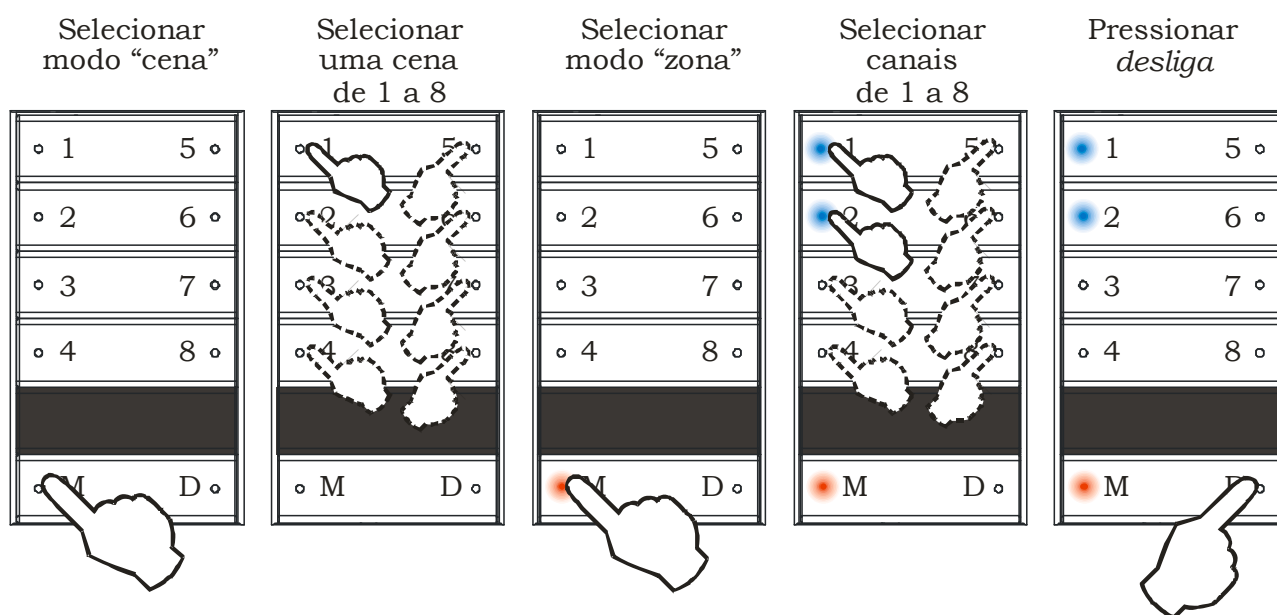

Figura 6 - Programar cena
- Para salvar a cena, pressionar a tecla *desliga* e mantê-la pressionada até que todos os led's acesos pisquem (ver Figura 6).